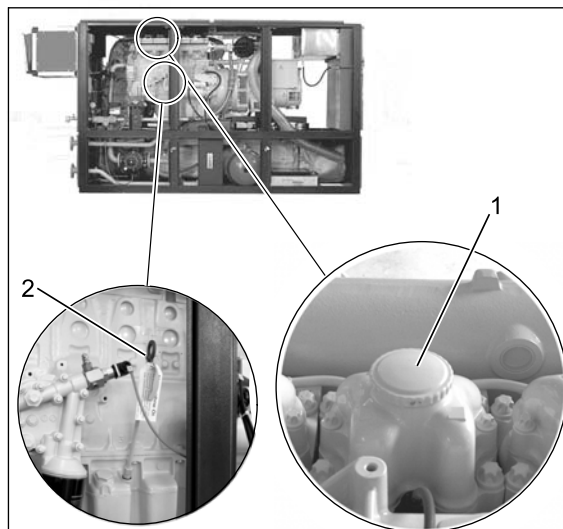

Рис. 3 Заливной патрубок для смазочного масла на крышке головки цилиндра и щуп для определения уровня масла.
- Залить моторное смазочное масло через заливной патрубок на головке цилиндра (Рис. 3, поз. 1).
- Проверка уровня моторного масла: Щуп для определения уровня масла (Рис. 3, поз. 2)